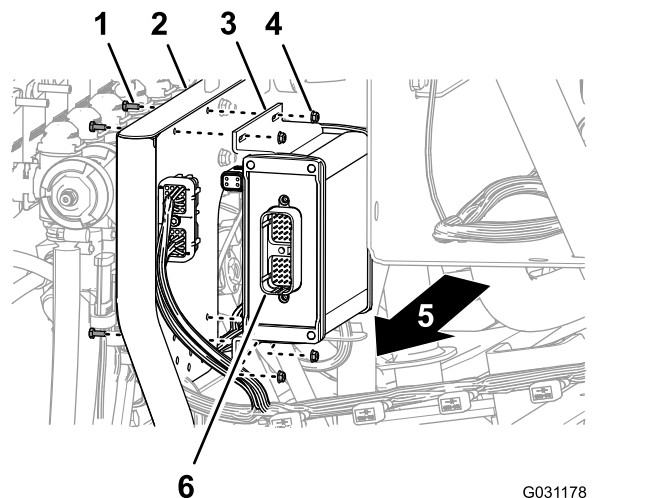

Bild 160
2. Befestigen Sie das Sprühsteuergerät mit den vier Schrauben (4 mm x 10 mm) und vier Sicherungsbundmutter (4 mm) an der Ventilbefestigung (Bild 160).
1. Fluchten Sie die Vorderseite der Ventilbefestigung am Sprühsteuergerät mit dem äußeren 40-Stift-Stecker aus (Bild 160).